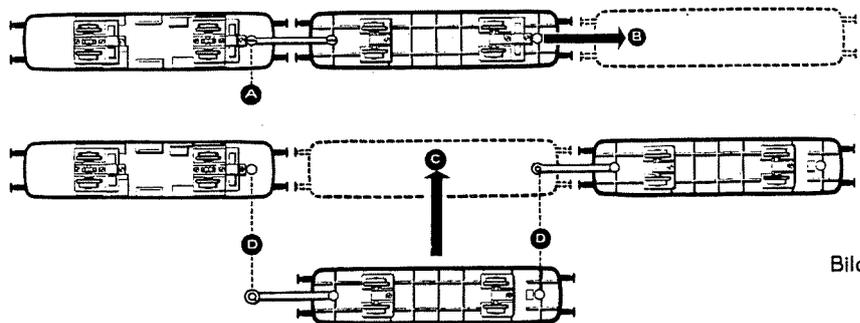

Bild 3
Schraube A am Motorwagen lösen (Bild 3) und Steuerwagen abziehen (B). Zwischenwagen zwischen Motorwagen und Steuerwagen legen (C) und Kuppelstangen mit Schrauben befestigen (D). Auf leichte Beweglichkeit achten.